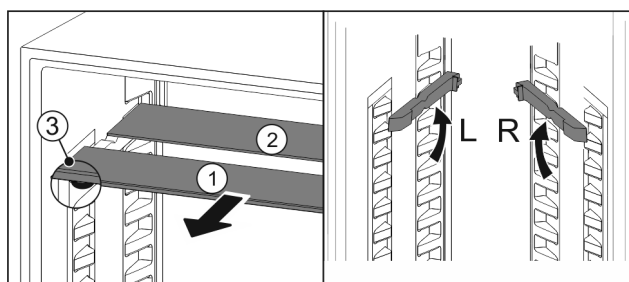

Fig. 20
- Skleněné desky jednotlivě vytáhněte dopředu Fig. 20 (1).
- ▷ Skleněná deska Fig. 20 (1) s ozdobnou lištou leží vpředu.
- ▷ Zarážky Fig. 20 (3) směřují dolů.